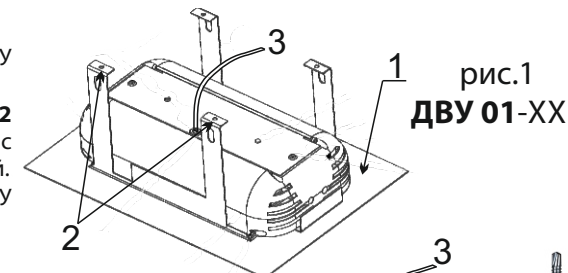
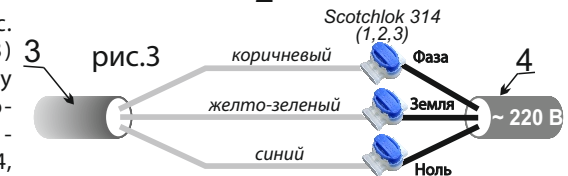

рис.1
рис.3
5.1 Для монтажа светильников серии ДВУ (ДВУ 01,41-хх) необходимо (см.рисунок 1):
Необходимо подключить провод 3 (см.рис. 1,2,3) к питающему проводу 4 (см.рис.3) (соблюдая все требования по цветовому подключению проводов: **ЗЕМЛЯ**-желто-зеленый провод, **ФАЗА** - коричневый, **НОЛЬ** - синий) через три соединителя Scotchlok 314, используя ручной инструмент (пассатижи переставные).